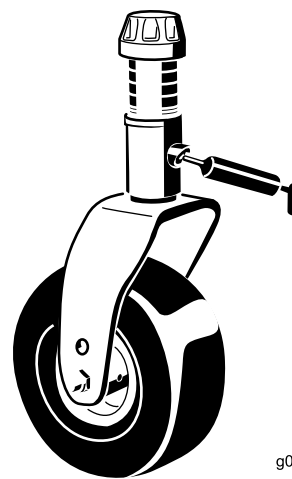

Figura 71
- 1 boccola dell'albero della forcella della ruota orientabile (Figura 71)